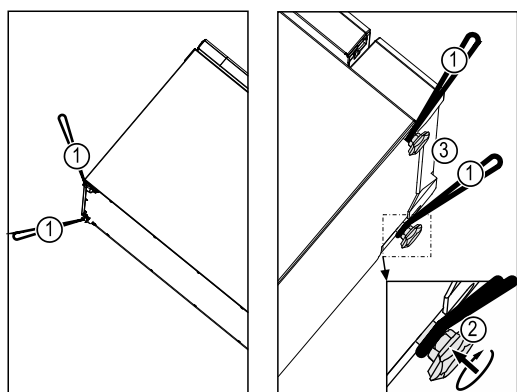

Fig. 6
- ▶ Stellfüße Fig. 6 (2) am Gerät eindrehen, um die unteren Transportschlaufen verwenden zu können.
- ▶ Alle vier Trageschlaufen Fig. 6 (1) verwenden.